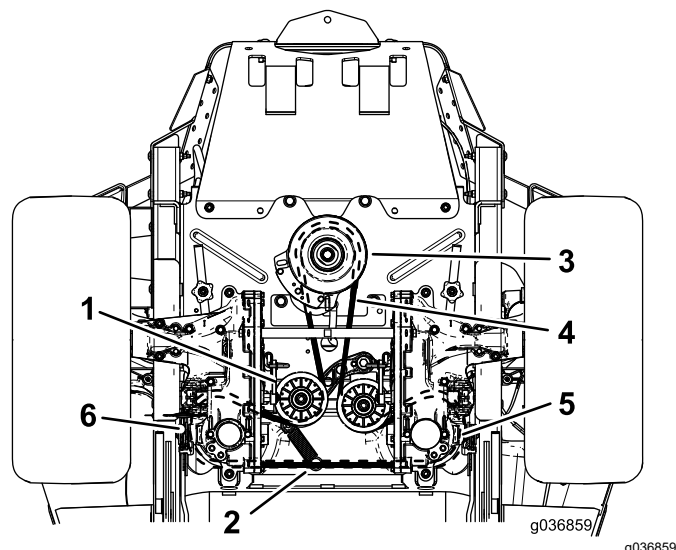

Figure 102
4. Soulevez la machine sur des chandelles (Figure 102).
6. Débranchez le ressort de la poulie de tension du tenon (Figure 102).
8. Placez une courroie neuve sur la poulie du moteur et les 2 poulies de la pompe hydraulique (Figure 102).